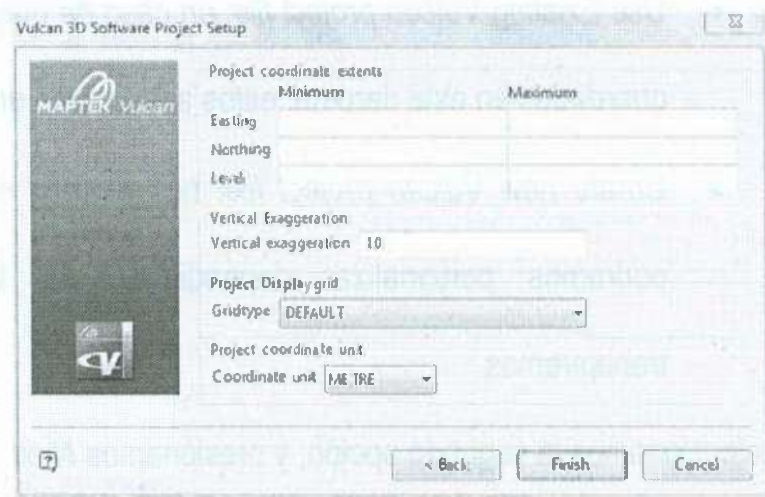

Imagen 2.9
8. Damos clic en *Next*, y aparecerá la siguiente ventana (imagen 2.9):